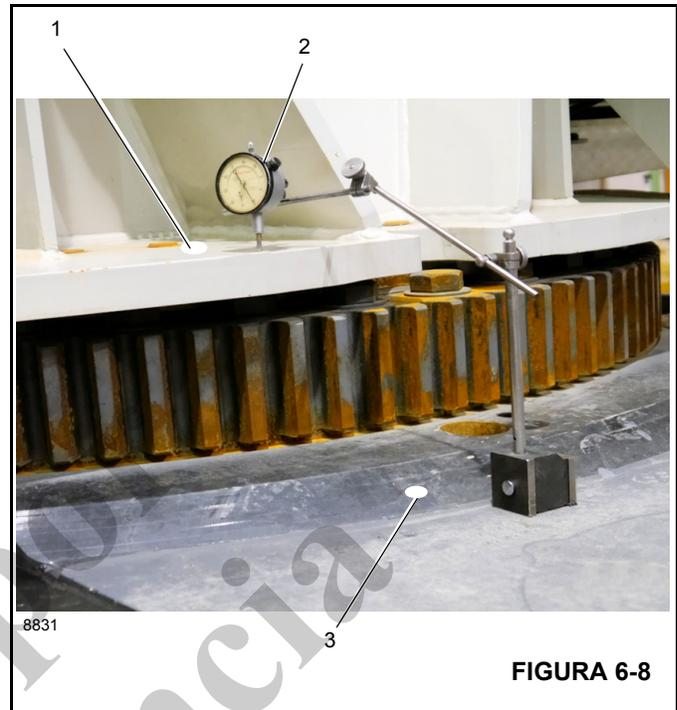

FIGURA 6-8
2. Coloque un indicador de cuadrante (2, Figura 6-8) en el lado opuesto al de la pluma, en el bastidor de la caja de torsión (3).
3. Coloque el cuadrante encima de la placa del cojinete de torreta (1, Figura 6-8).